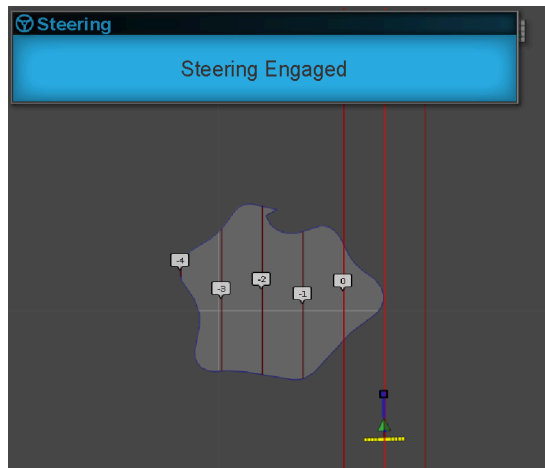

Bild 3
- LENCUNG AKTIVIERT: Ein visueller Alarm wird angezeigt, wenn die Lenkhilfefunktion aktiviert wird (Bild 3).